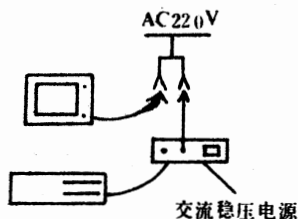

图 4-4 显示器接入电网
2. 把彩色显示器的电源线不通过交流稳压电源,直接接在电网上,如图 4-4。彩色显示器对电源的要求不高,并且对电源的适应能力很强,另外,彩色显示器作为计算机的外部输出设备,即使它的电源稳定,最多只会在屏幕上产生一些瞬间